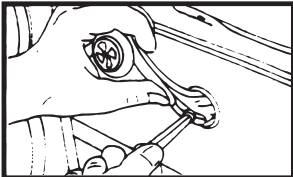

FIGURE 1 • FIGURA 1
- 1) Déposez le bouton, les vis internes de réglage, la poignée de la portière et la manivelle lève-vitre avec les outils appropriés. Assurez-vous de ne pas détériorer les panneaux de garnissage intérieurs (reportez-vous à la figure 1).